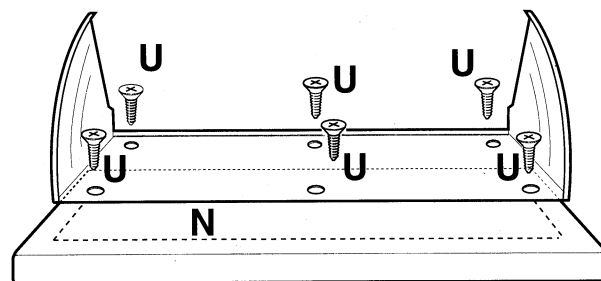

Fig. 6
Fixez le tiroir amovible (N) à l'aide des 6 vis de 2,9 x 16 (U) fournies avec l'appareil (fig. 6). Ôtez la porte pour simplifier l'opération.